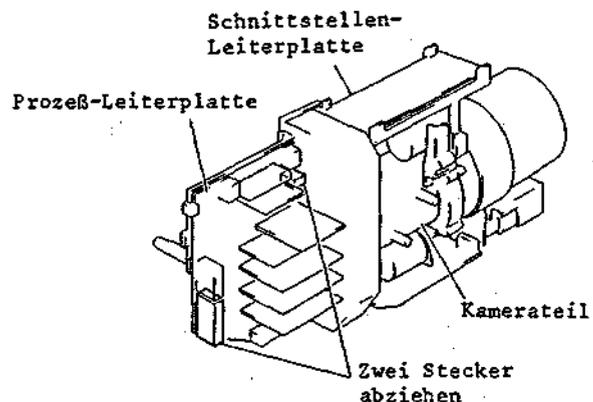

Abb. 2-24 Ausbau der Schnittstellen-Leiterplatte
2-6 Ausbau der Schnittstellen-Leiterplatte (Abb. 2-24, 2-25, 2-26)
2. Zwei (2) Stecker (CN907, CN1401) abziehen (siehe Abb. 2-24).